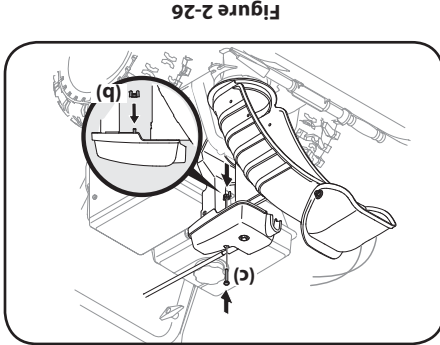

Figure 2-26
4. Utilisez la vis hex. (c) et l'écrou à oreilles (b) pour terminer l'installation de la goulotte sur la tête de commande. Voir la Figure 2-26.